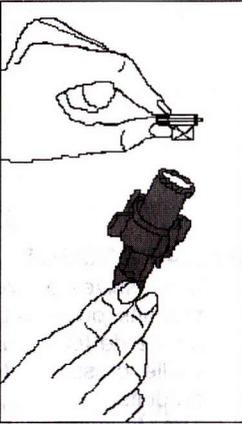

Fig. 11
- Nettoyez le filtre du tuyau d'arrivée d'eau coté robinet en le retirant manuellement avec le joint (Fig. 11).